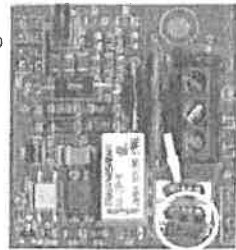

Figura 3
*Nota: si consiglia di conservare i ponticelli rimossi dall'ST56 per poterli riutilizzare nel caso di un ritorno alla linea GSM. E' possibile conservarli inserendoli nel connettore presente sulla scheda di linea urbana indicato in Figura 3.*